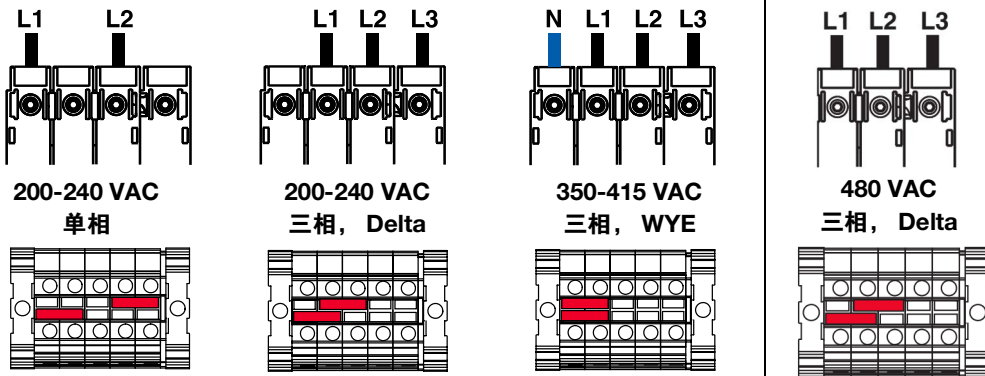

图 1: 端子跳线和位置
1. 关断主电源隔离开关 (ZP)。
4. 将地线连接到接地端子 (GT)。
5. 根据图示连接电源线（请参见图 1：端子跳线和位置）。轻轻拉一下所有接线，以验证是否正确固定。
6. 拧紧应力消除套管 (SR)。